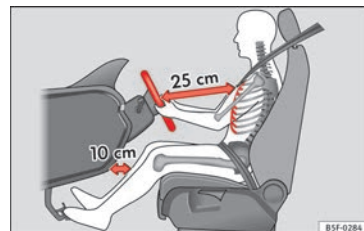

Fig. 83 Distância correta entre o condutor e o volante.
- Ajustar o volante de modo a que a distância entre o volante e o tórax seja de pelo menos 25 cm » **Fig. 83.**
- Regule o banco do condutor de modo a assegurar uma distância mínima de 25 cm entre o tórax e o centro do volante » **Fig. 83.** Se essa distância for inferior a 25 cm, o sistema de airbags não poderá protegê-lo convenientemente.